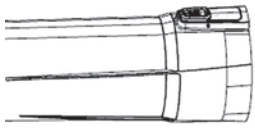

Рис. 2
2. Совместить трубу с выступом на корпусе воздуходувки (рис. 2). Установите трубу на корпус воздуходувки до щелчка фиксатора (рис. 3).